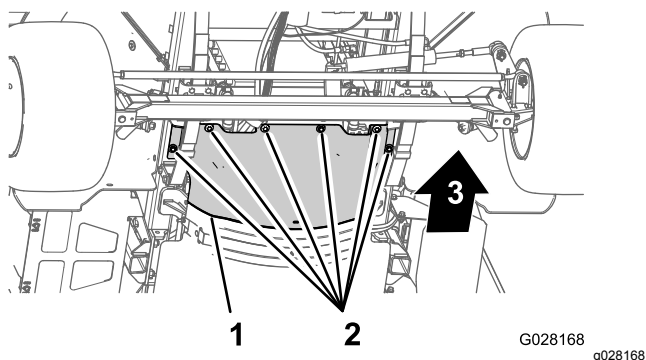

Figure 57
3. Retirez les 6 boulons à tête hexagonale et les 6 rondelles qui fixent l'écran pare-chaueur au châssis et déposez l'écran (Figure 57).